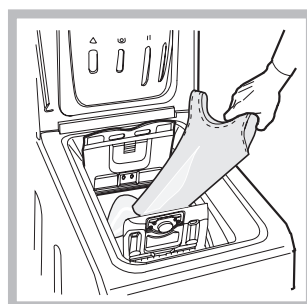

Fig. 3
C) Införsel av tvättgods. (Fig. 3).